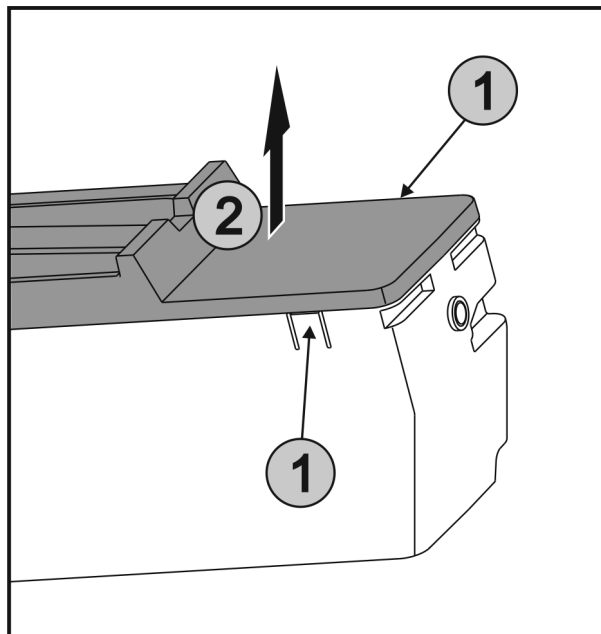

Fig. 68
- ▶ Одновременно нажать на накладки Fig. 68 (1) на обеих сторонах EasyTwist-Ice и снять крышку Fig. 68 (2) движением вверх.